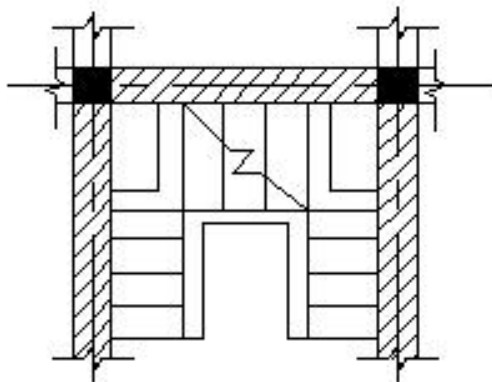

图 4-6 填充后效果
为 45，填充比例为 15，填充效果如图 4-6 所示。
5、单击“确定”按钮，完成图案填充，效果如图 4-6 所示。